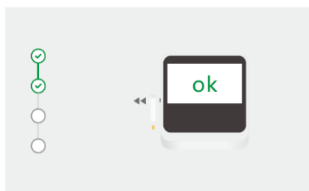

Fig.31 Device is OK
- La pantalla muestra OK (Fig. 31), lo que indica que el funcionamiento del dispositivo es normal.